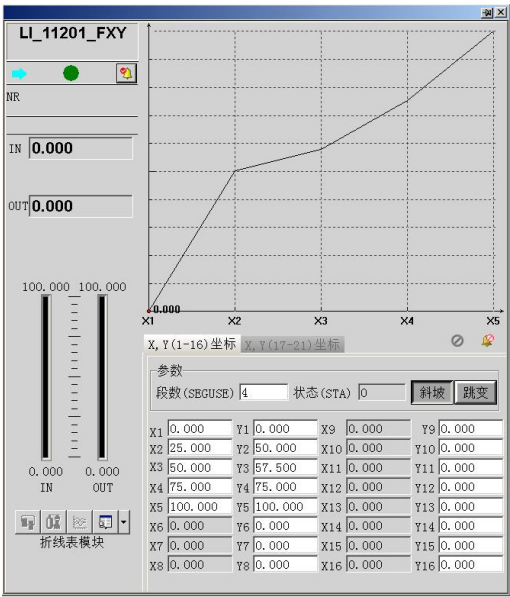

图 1.12.3 折线表处理功能块监控自带面板
- 折线的段数，每一段折线的参数，斜坡或是跳变的选择可以在监控软件下通过功能块自带的面板进行修改，面板如图 1.12.3。